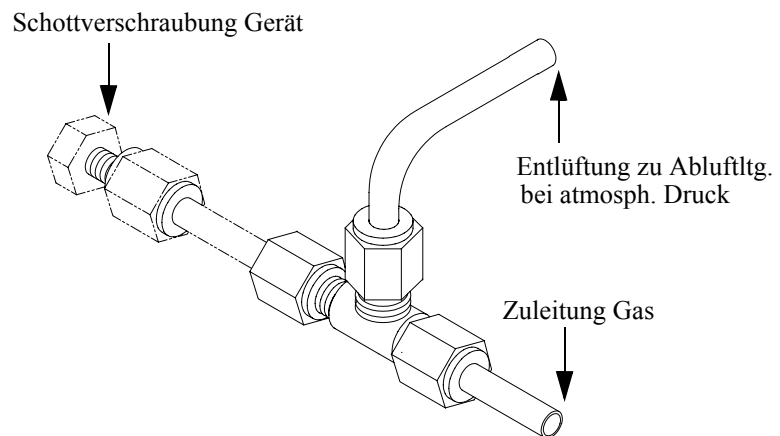

Abb. 2-4. Bypass-Anordnung - Luftablaß
**Hinweis** Wird die Probe dem Gerät unter Druck zugeführt, dann muß die Versorgung des Meßgerätes mit Gas bei atmosphärischem Druck erfolgen. Dazu kann es notwendig sein, eine Bypass-Anordnung zu verwenden (wie in Abb. 2-4 dargestellt). ▲